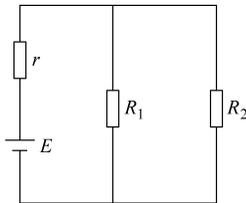

图 3-2
2. 如图 3-2 所示, 电源电动势 $E = 6\text{V}$, 内阻 $r = 10\Omega$, 电阻 $R_1 = 10\Omega$, 要使 R_2 获得最大功率, R_2 应为多大? 这时 R_2 获得的功率是多少?